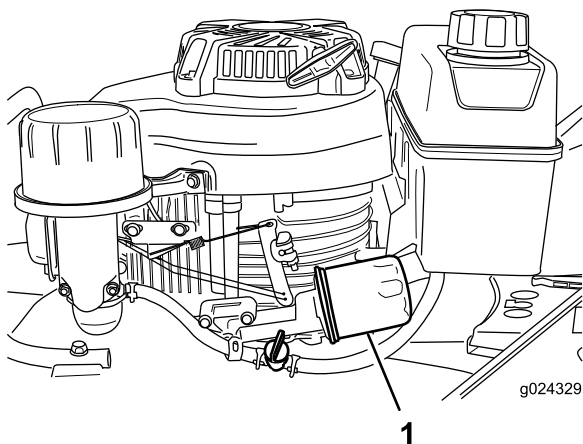

Figure 23
- Placez un chiffon sous le filtre à huile (Figure 23) pour recueillir l'huile qui peut s'écouler lors de la dépose du filtre.